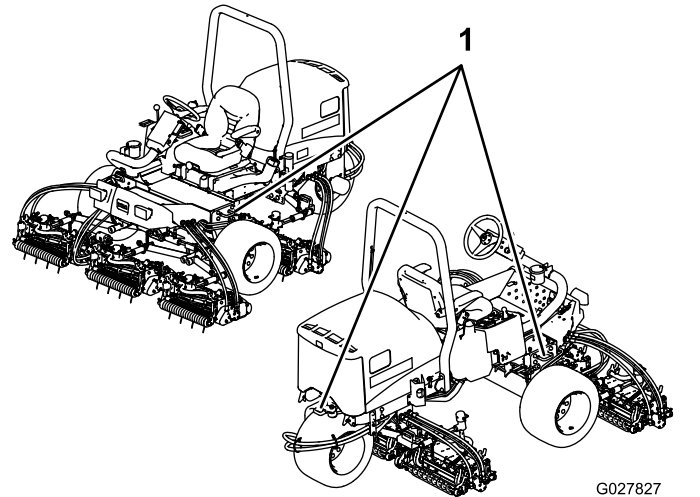

图 39
5. 使用机器上的金属栓系环用箍带、链条、缆绳或绳索 (图 39) 将机器牢牢固定在拖车或卡车上。